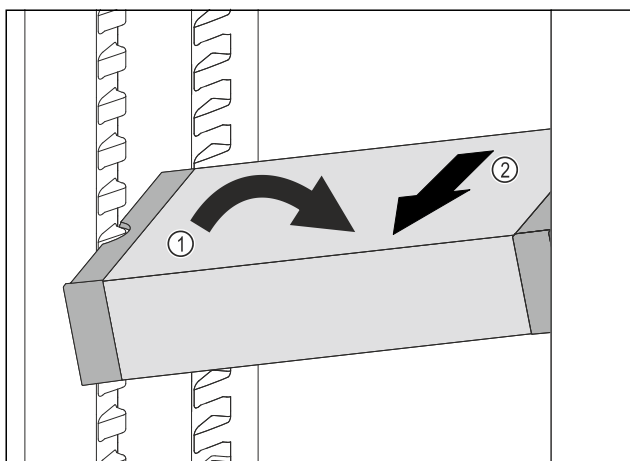

Fig. 161
- VarioSafe postavte v chladničce šikmo. Fig. 161 (1)
- VarioSafe odeberte směrem dopředu. Fig. 161 (2)